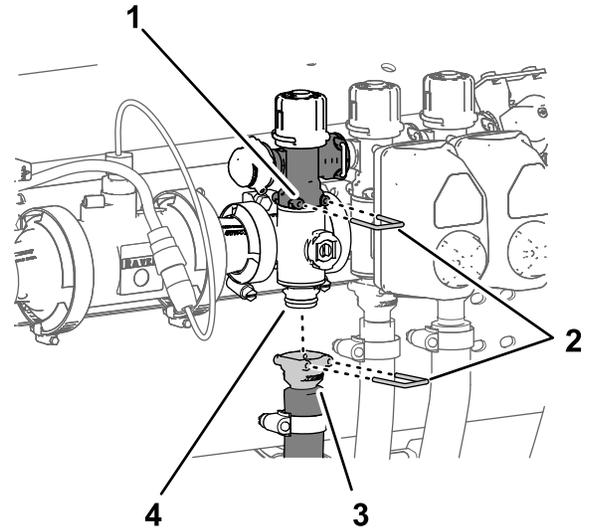

图 125
- 拆下将喷洒臂段旁通阀快速连接耦合器固定至喷洒臂段歧管阀上的快速连接销图 125。
- 拆下将喷洒臂段供水软管快速连接耦合器固定至喷洒臂段歧管阀上的快速连接销图 125。